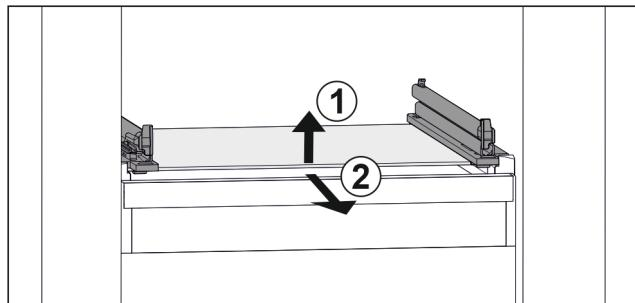

Fig. 160 Simbolična slika steklene plošče
- Stekleno ploščo dvignite v smeri naprej. Fig. 160 (1)
- Stekleno ploščo odstranite v smeri naprej. Fig. 160 (2)